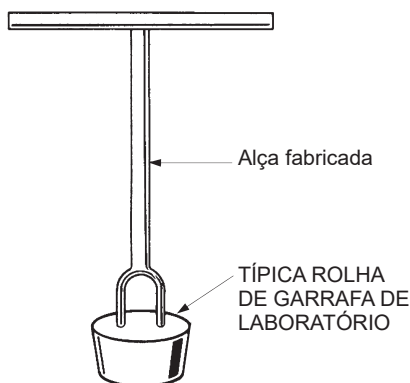

Figura 8
**Nota:** A Figura 8 mostra uma simples ferramenta que pode ser fabricada para facilitar esta operação de lapidação em válvulas pequenas.